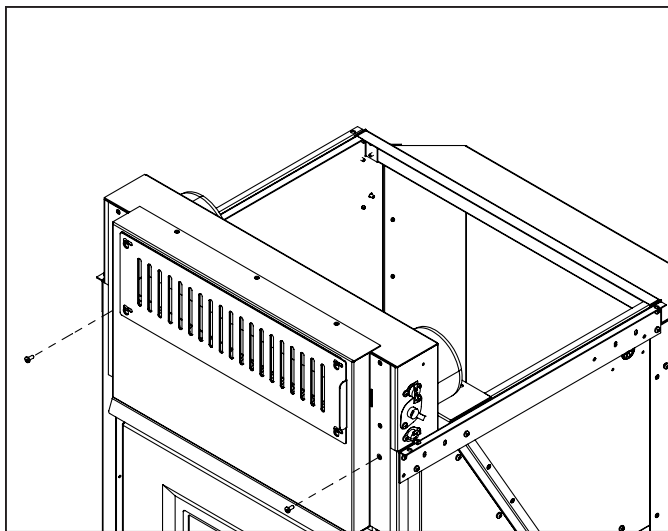

Figure 9: Installation de l'assemblage HFK avant.
9. Installez la partie frontale de l'assemblage HFK. Celle-ci devrait glisser vers le bas et être sécurisée par 2 vis à métal #8. Les vis sont insérées dans les trous du haut où la grille originale était fixée. (Figure 9)